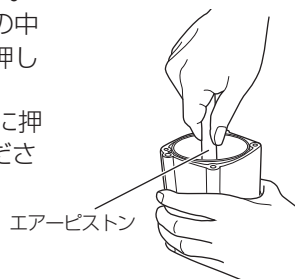

図10-1
- ❑ このときエアピストンは、シリンダーカップの中で倒れやすいので、注意深くまっすぐに底まで押し込んでください。(図10-1)